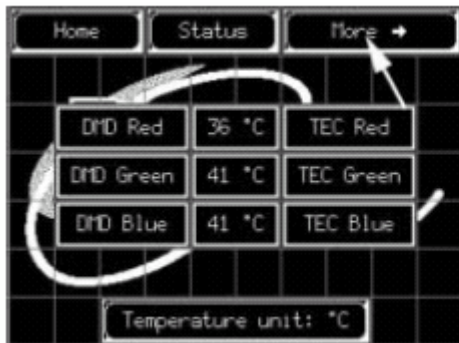

图 10-42 更多温度概览被选择
1. 按 “More →” (更多) 按钮。(图 10-42)